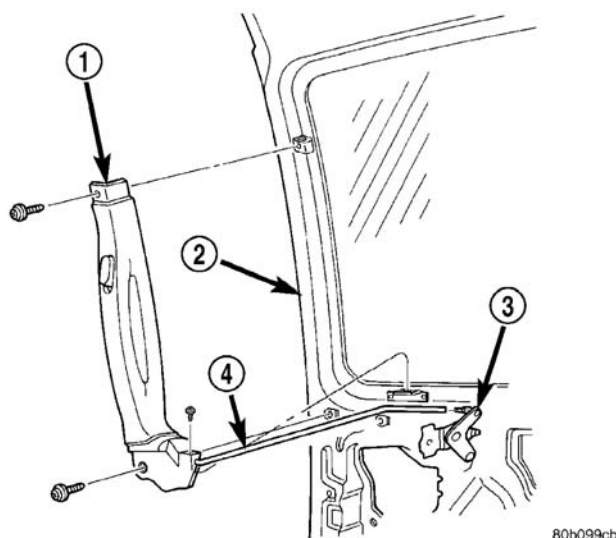

图 19 滑动门内侧手柄
- （2）拆卸将内门把手底部固定至滑动门的螺钉（图 19）。